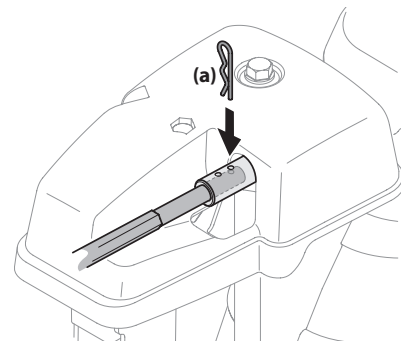

Figure 2-25
7. Poussez la tige de commande de la goulotte vers le panneau de bord jusqu'à ce que le trou dans la tige de commande de la goulotte s'aligne avec le trou le plus proche dans la commande de la goulotte et insérez la goupille fendue enlevée précédemment, étape 1. Voir Figure 2-25.